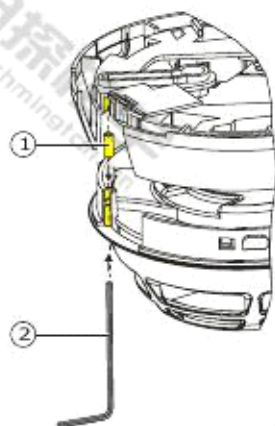

图 5
● 锁装置 LP720 (图 5)
2. 沿安装孔，用六角扳手将内六角螺钉拧紧（图 5）。